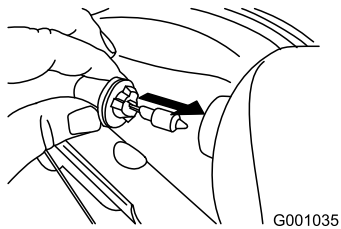

Figura55
4. Introduceți un nou bec în partea din spate a farului (Figura55).